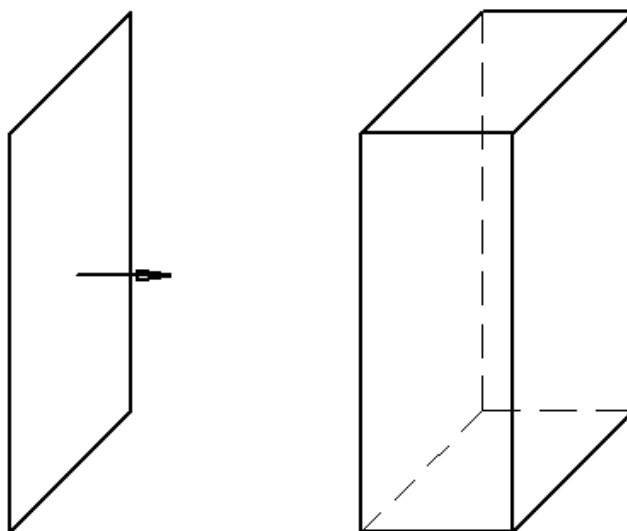

Рис. 71
Перемещение прямоугольника в направлении, перпендикулярном его плоскости, позволит создать призму (рис. 71)
- 1) **операция выдавливания** – выдавливание плоского контура (эскиза) в направлении нормали к этому контуру (рис. 71);